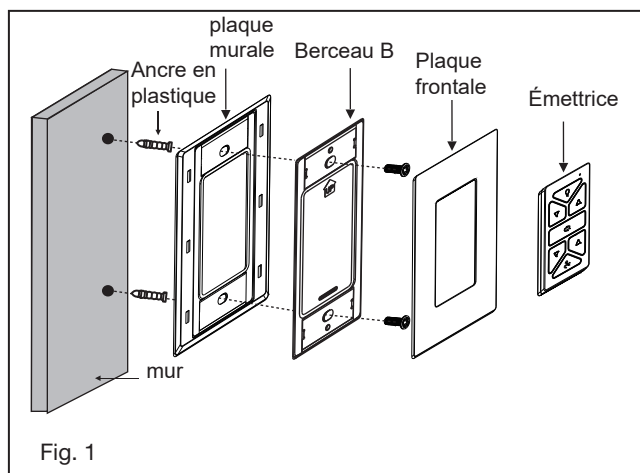

Fig. 1
- 3 Rangez soigneusement les connexions dans l'ensemble LED, puis fixez celui-ci au moyeu de montage à l'aide des 3 vis fournies. (Fig. 1)
- 4 Soulevez le cache du kit d'éclairage contre l'ensemble LED et tournez dans le sens horaire jusqu'à ce qu'il soit bien ajusté, NE PAS SERRER EXCESSIVEMENT. (Fig. 1)
- 1 Sélectionnez un emplacement souhaité. Utilisez la plaque murale pour marquer l'emplacement des trous de montage. Des chevilles murales en plastique ou des vis de montage sont nécessaires pour cette application. (Fig. 1)